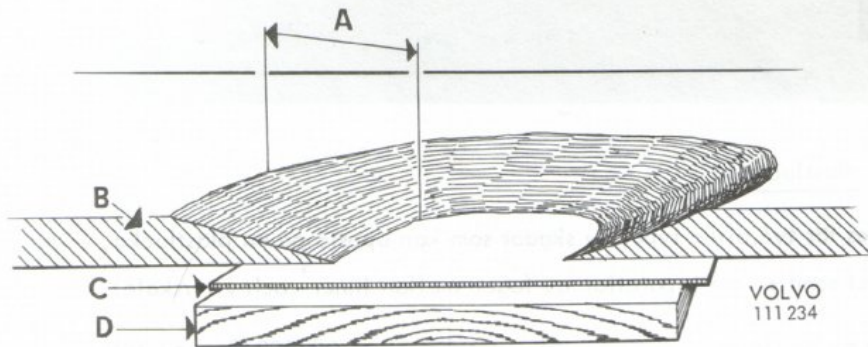

Bild 1
2. Slipa ner plasten från hålets kant och ca 10 cm utåt, så att en jämn uttuning erhålls (bild 1).
3. Vaxa en plåt, masonitskiva eller liknande, något större än hålet, och placera den som mothåll på baksidan av reparationsstället, enligt bild 1.